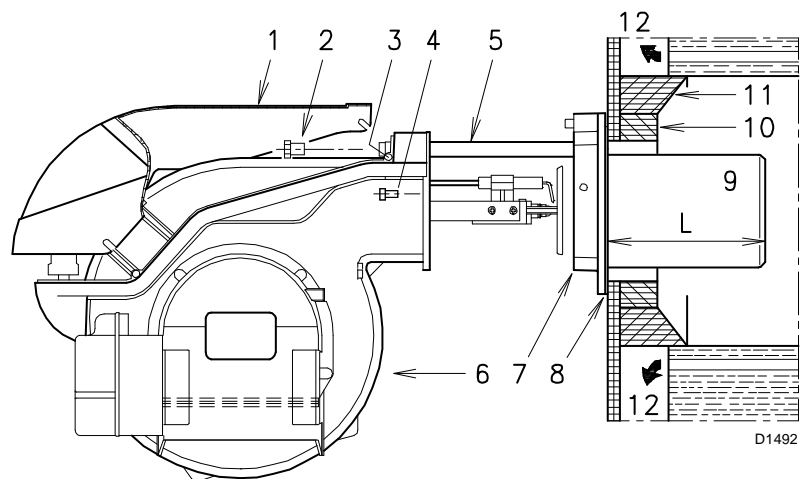

Fig. 7
LUNGHEZZA BOCCAGLIO (Fig. 7)
FISSAGGIO DEL BRUCIATORE ALLA CALDAIA (Fig. 7)
Rimontare, infine, il bruciatore (6) (Fig. 7) sulle guide (2) e farlo scorrere fino alla flangia (5), tenendolo leggermente sollevato per evitare che il disco di stabilità fiamma entri in contrasto con il boccaglio.
BLAST TUBE LENGTH (Fig. 7)
SECURING THE BURNER TO THE BOILER (Fig. 7)
Finally remount the burner (6) (Fig. 7) on the slide bars (2) and slide it up to the flange (5), keeping it slightly raised to prevent the flame stability disk from pressing against the blast tube.